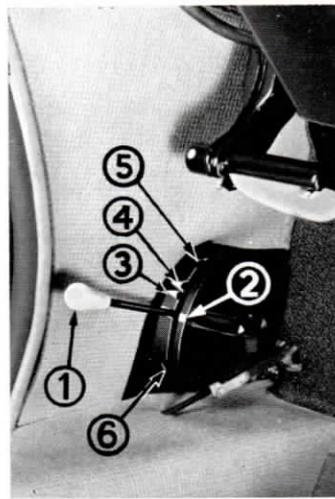

Figure 11
La commande **1** (fig. 11) peut prendre 3 positions, repérées par des traits blancs tracés sur le boîtier dans lequel elle se déplace.
Abaissez à fond la manette de relevage en **6** (fig. 11) et attendez le soulèvement de la roue.
- Amenez la manette de relevage en position haute **5** (fig. 11) et attendez que la voiture repose sur ses roues.
- Amenez la manette de relevage en position « route » (gros trait blanc sur le boîtier) (fig. 11, repère **2**).